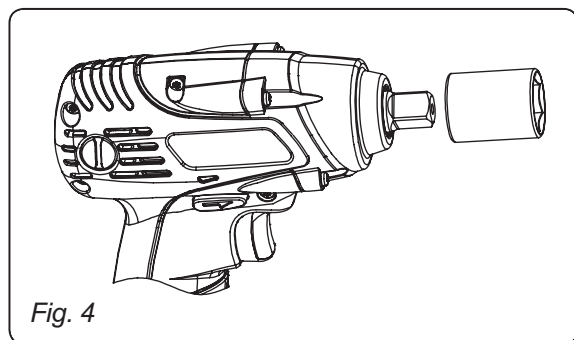

Fig. 4
1. Centrer l'ouverture de la douille et la mettre sur le carré d'entraînement de l'outil jusqu'à fixation (Fig. 4).